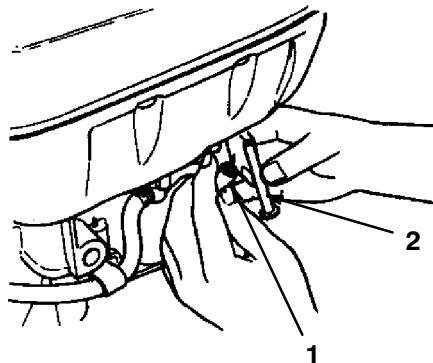

**Bild 23**
3. Entfernen Sie den Kraftstoffschlauch durch Lockern der Schelle am Vergaser (Bild 23).